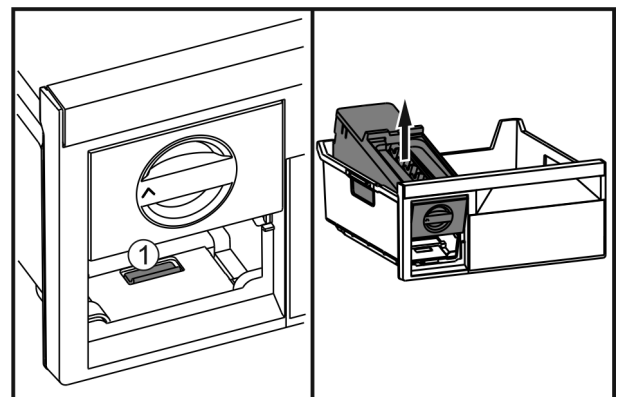

Fig. 51
- ▶ Нажать на накладку Fig. 51 (1), EasyTwist-Ice поднять сзади и вынуть из выдвижного ящика морозильника.